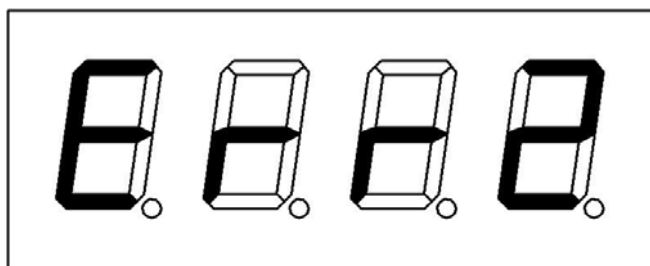

Рис. 3.7.
3.3.3 На рис. 3.7 изображено показание прибора в случае нарушения электрического контакта токовых измерительных электродов с рельсом.